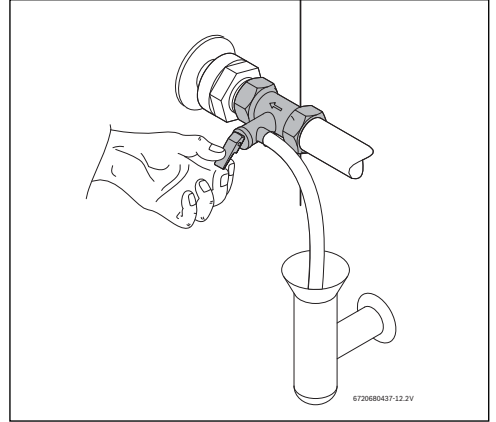

Fig. 10 Válvula de seguridad
- Purgar el termo eléctrico (véase Fig. 10).
- ▶ Accionar la válvula de sobre presión (véase Fig. 10).
- ▶ Activar manualmente la válvula de seguridad por lo menos una vez al mes (véase Fig. 10).